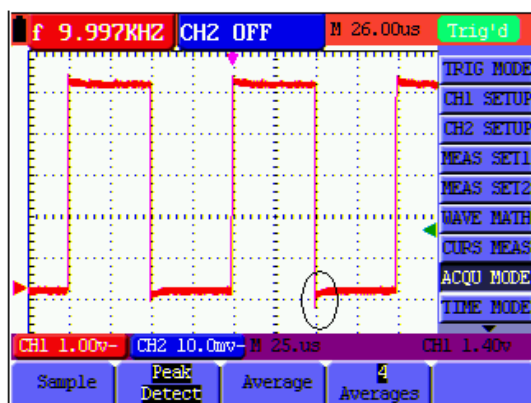

Abbildung 15: Spitzen-Messung
3. Drücken Sie die Taste F2, um zu Glitch Detect zu gelangen. In diesem Fall können Sie den Impuls testen. Sie sehen jetzt einen Bildschirm wie in Abbildung 15 unten.